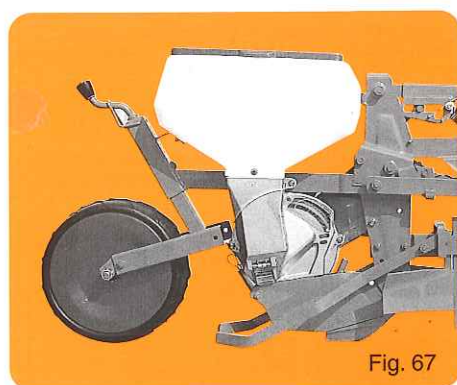

Fig. 67
- Roue tasseuse plate autonettoyante 370 x 170 (fig. 67) : pour terrains souples et sableux.
- (2) Chasse-mottes : doit travailler superficiellement pour éviter les risques de bourrages au niveau du boîtier ou de la chaîne. Avec roue 370 x 170, retenir le chasse-mottes avant type PNU (fig. 67).
- Self-cleaning flat rubber press wheel 370 x 170 (fig. 67) : for soft and sandy soil.
- Farmflexandruckrollen (selbstreinigende) 370 x 170 (Abb. 67) : für leichte und sandige Böden.